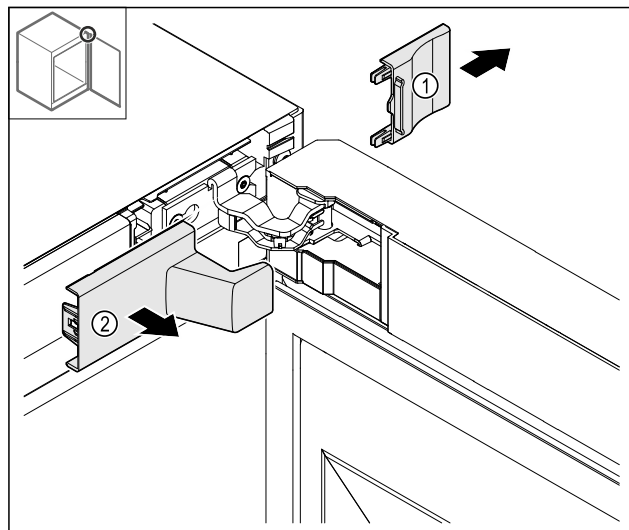

Fig. 9
- Rimuovere la copertura Fig. 9 (1) e poi Fig. 9 (2).